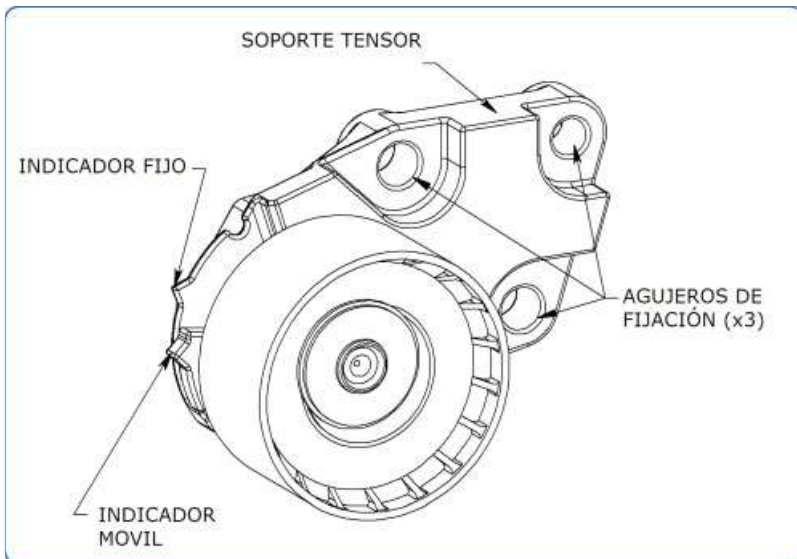

Fig. 1
6. Instale un tensor nuevo (**Fig. 1**) sobre el motor y ajuste los tres (3) tornillos de montaje del tensor (M8) con torque de 28.0 ± 5.5 Nm.